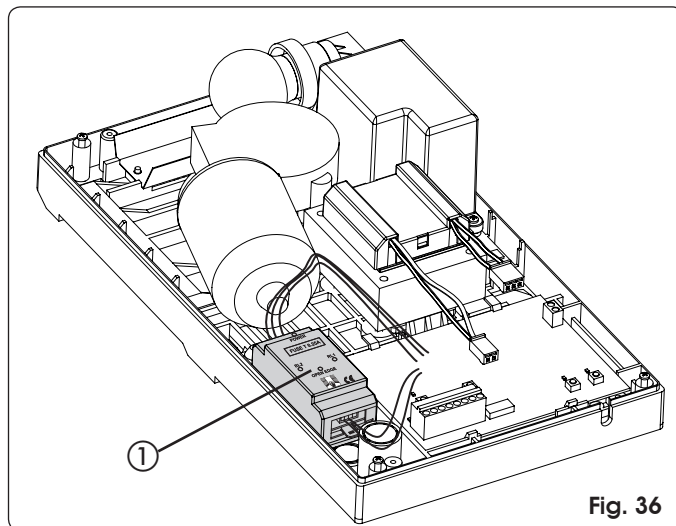

Fig. 36
El uso del borde de seguridad con elemento conductivo está facilitado por la posibilidad de alojar a bordo del operador la correspondiente centralita (Fig. 36 ref. ①). Proceda del siguiente modo:
- Aloje la unidad de control como se indica en la Fig. 36.